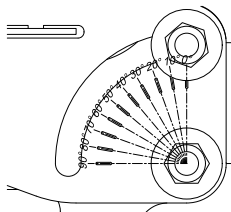

Рисунок 5 – Шкала для регулировки
- 5.4.4. Отрегулируйте нужный угол наклона светильника, используя шкалу для регулировки на деталях крепления (рисунок 5).
- 5.5.3. Закрепите светильник при помощи болтов/винтов на поверхности. С помощью поворотного кронштейна (скобы) выставите нужный угол поворота светильника (см. рисунок 5). Затяните болты.
5.6.3. Закрепите светильник при помощи болтов/винтов на поверхности. С помощью поворотного кронштейна выставите нужный угол поворота светильника (см. рисунок 5). Затяните болты.